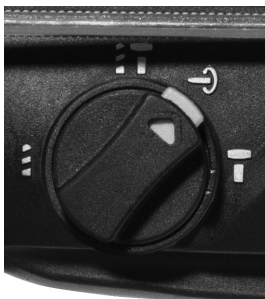

Fig. 6 – Posición neutra
- En esta posición el mandril queda libre, con el objetivo de facilitar la utilización como tajadera, y de esta manera el operador pueda girar y colocar en la posición deseada para cada operación. Al optar por su utilización, el operador no debe accionar el gatillo del equipo. Para utilizar la posición neutra, basta girar la manopla (5) en la posición  , conforme muestra la Fig. 6.